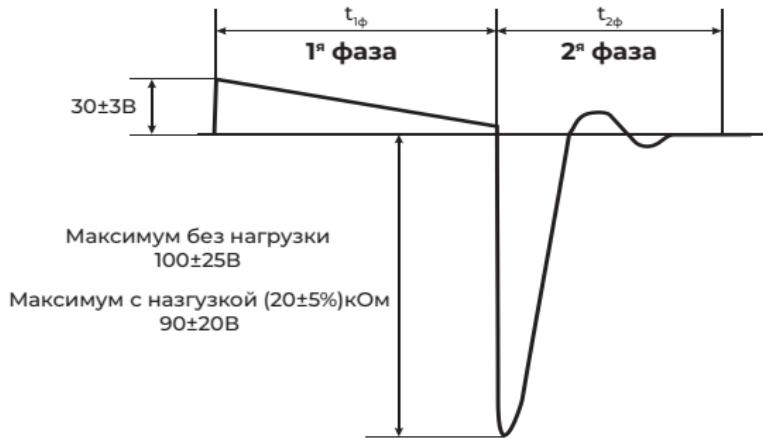

Рис.4. Форма и параметры импульса
10.2.1. В INFERUM IBF применяется автоматическая программа, которая состоит из последовательных серий импульсов (рис.4), отличающихся между собой по частоте и интервалам времени стимуляции.